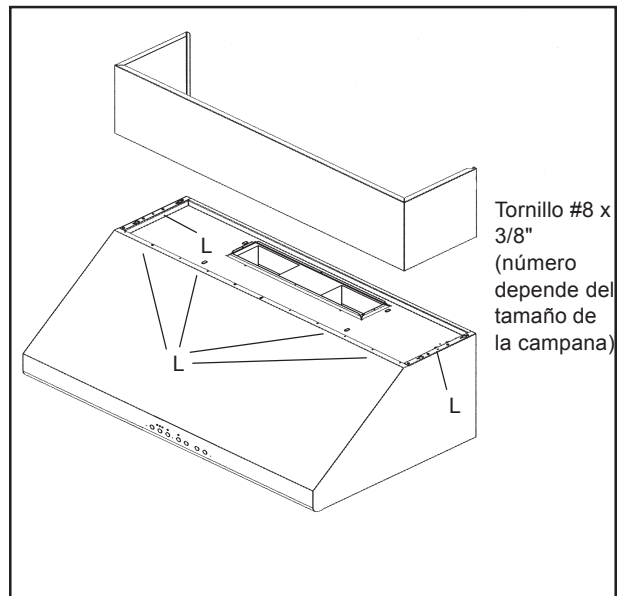

Figura 9
Se pueden usar las cubiertas de conducto opcionales que se indican en la Figura 9 para llenar el espacio entre la campana y el techo en instalaciones con montaje en pared. Están disponibles cubiertas de conducto con una altura de 6" y 12" (15 y 13 cm) y se pueden pedir por separado.
2. Fije la cubierta(s) de conducto a la campana usando los tornillos de hojalata como se indica en la Figura 9.